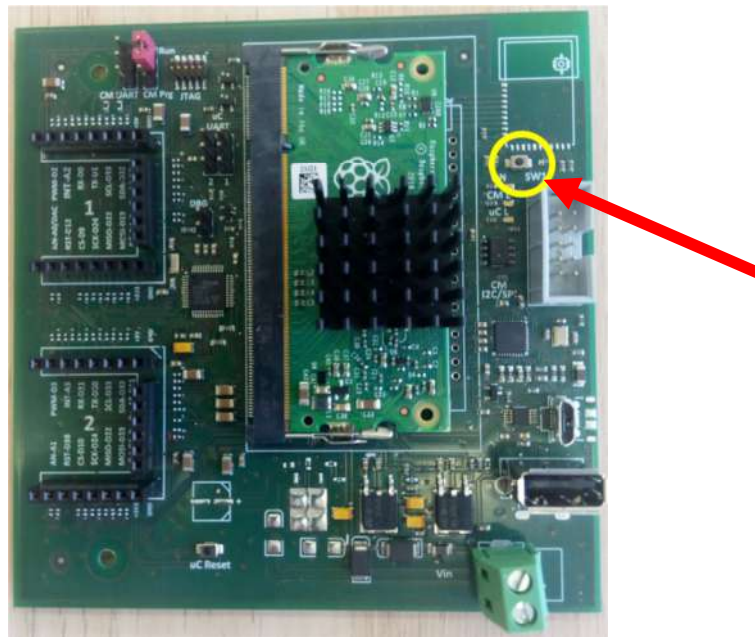

Fig.16 Pulsante SW1 di Arancino.
- Settare il dispositivo in modalità Access Point (AP mode) tenendo premuto per 3 secondi il tasto **SW1** (vedi **Fig.16**) di **Arancino**, ovvero fino a quando il LED centrale **CM L** (accanto al suddetto tasto) non inizierà a lampeggiare. Il dispositivo sarà quindi rilevabile come rete WiFi dall'Utente con un identificativo univoco per centralina (AC-xxxxxxxxxxxxxxxxx); al collegamento, verrà richiesta una password, che di default è **arancino**.